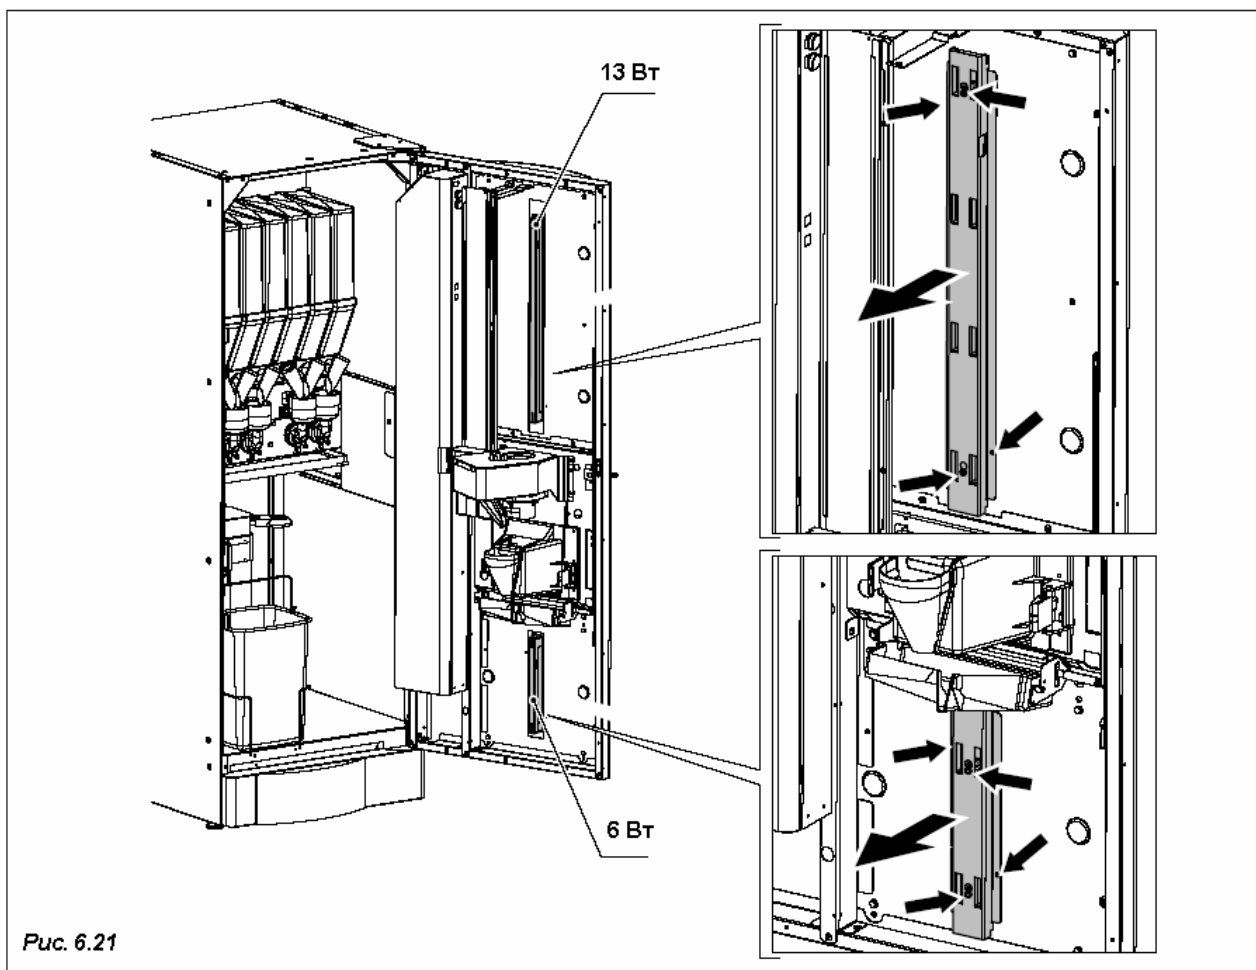

Рис. 6.21
- Выверните два внешних винта и отверните две гайки, как показано на рис. 6.21.
- Снимите защитный кожух и осторожно выньте неоновую лампу из патрона (рис. 6.21).